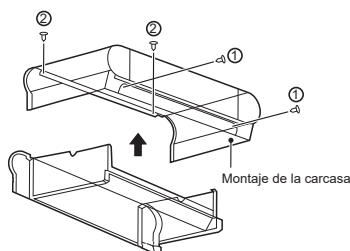

Figura 4-6 Extracción de la carcasa
- Retire los tornillos ① *2 y ② *2 y, a continuación, la carcasa, tal como se muestra en la Figura 4-6.